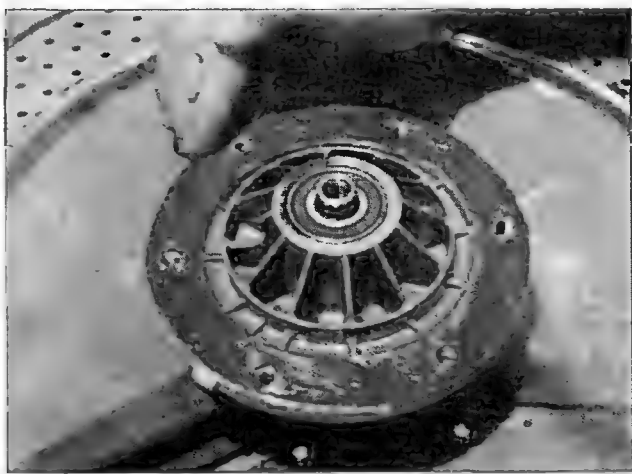

Рис. 1.8.10
- устанавливают отремонтированный УП на ось барабана. Затем по его периметру наносят герметик (можно автомобильный), как показано на рис. 1.8.10. Герметик наносят также на прокладку 1 (рис. 1.8.6);